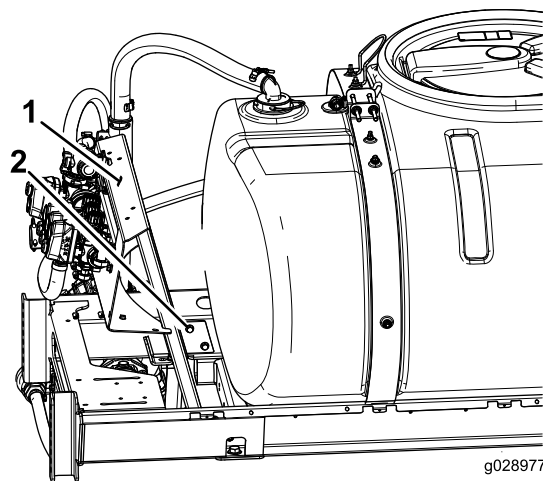

Figura 6
1. Desaperte os parafusos que fixam o suporte de montagem da válvula ao chassi (Figura 6).